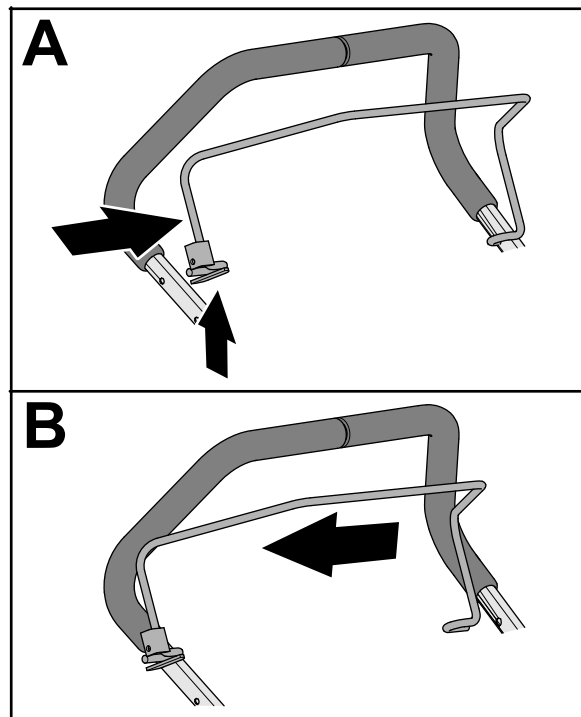

Рисунок 9
1. Стисніть ніжку важеля присутності оператора, доки не зможете зняти його з верхнього руків'я, а потім зніміть важіль з косарки (Рисунок 9).